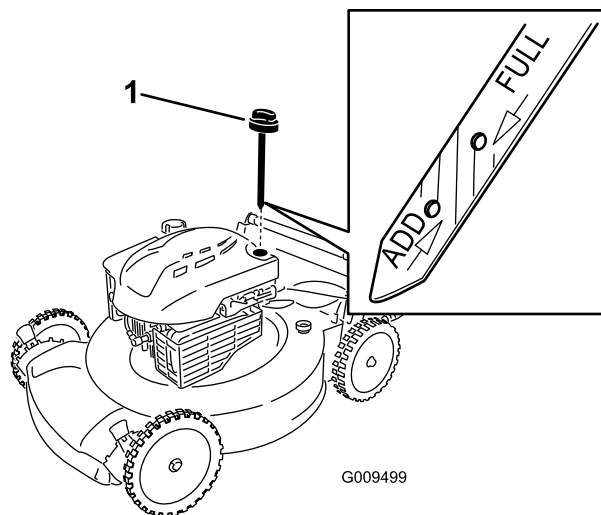

Bild 24
6. Nehmen Sie den Peilstab aus dem Öleinfüllstutzen (Bild 24).